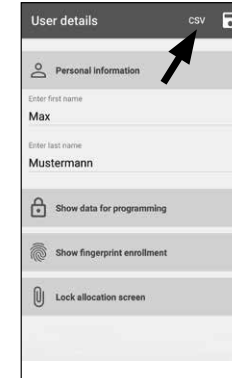

Abb. 79
- 2 Tippen Sie im Benutzermenü oben rechts auf „CSV“ (Abb. 79).